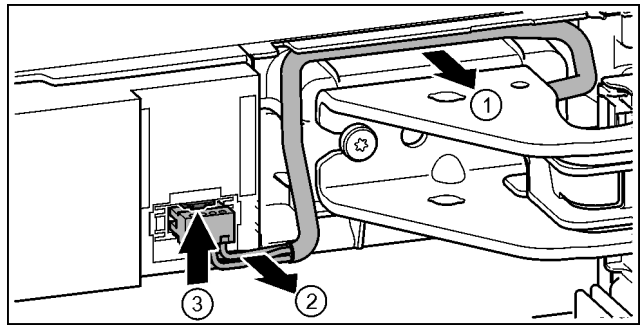

Fig. 23
- ▶ Kábel nad ložiskovou konzolou opatrne uvoľnite z vedenia. Fig. 23 (1)
- ▶ Vodiče kábla opatrne vytiahnite z kanála. Fig. 23 (2)
- ▶ Strmeň potlačte nahor a opatrne vytiahnite zástrčku. Fig. 23 (3)